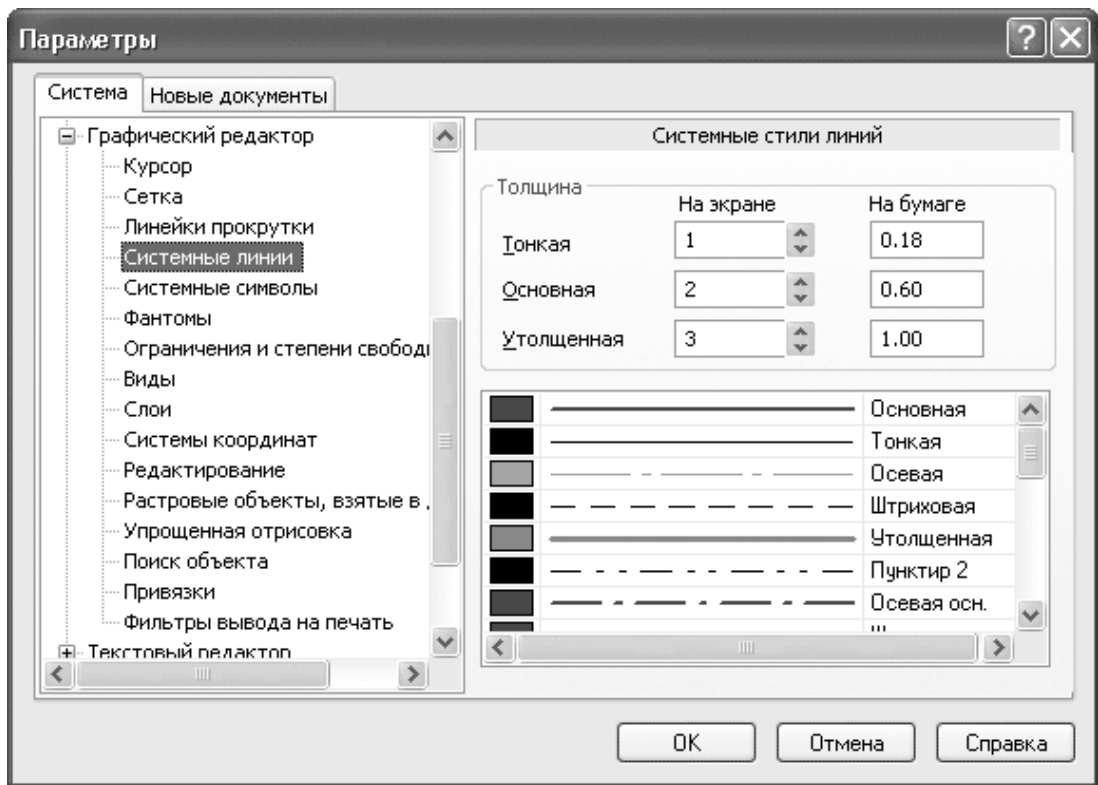

Рис. 4. Настройка отображения системных стилей линий
19. **Системные линии** – содержит полный список системных стилей для линий (рис. 4). Можно изменять толщину тонких, основных и утолщенных линий как выводимых на экран (на экране), так и передаваемых на принтер (на бумаге). Кроме того, в этом окне можно выбрать цвет, которым линии определенного стиля будут отображаться в графическом документе.